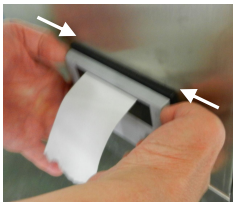

图 15-2
① 关闭机器电源，双手托住打印机防护盖板，两拇指顶住盖板两侧凹槽（图 15-2 两侧箭头处），往外拉开盖板。（图 15-3）。